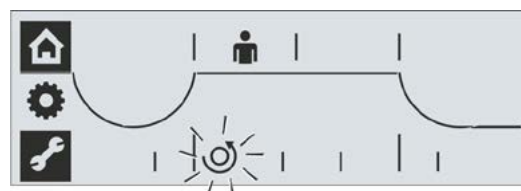

Abb. 2: Menü Endlagen ist aktiv, Schließrichtung linksdrehend
- es blinkt das Symbol der aktuell eingestellten Schließrichtung (Abb. 2).